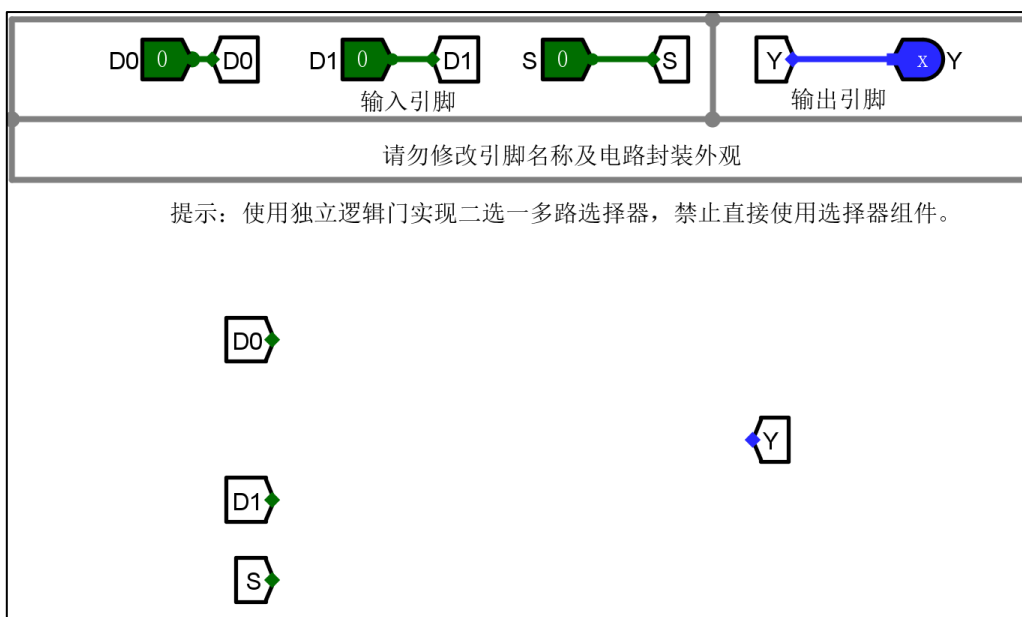
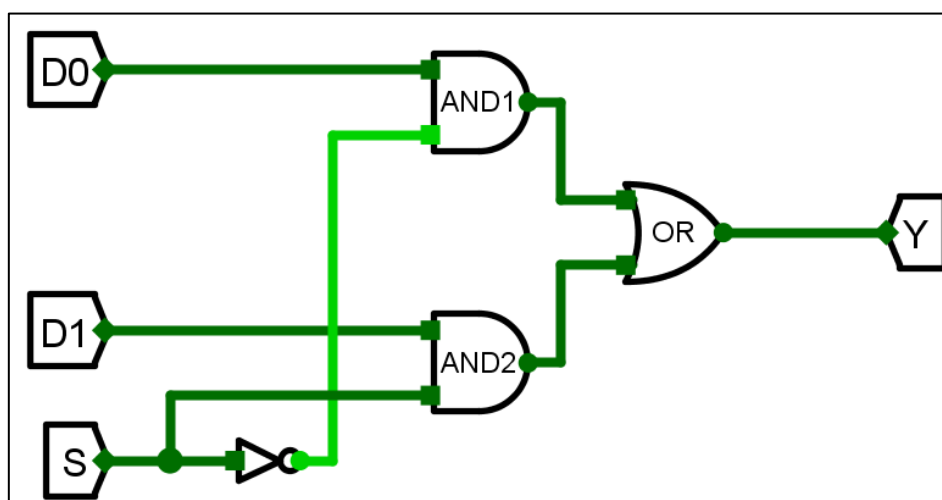

图 1.12 2 路选择器的部件图
图 1.13 2 路选择器电路图
1) 选择基本部件。根据 2 选 1 多路选择器（2 路选择器）的逻辑表达式  $Y = D0 \cdot \bar{S} + D1 \cdot S$ ，使用两个 2 输入与门、1 个 2 输入或门、1 个非门、3 个输入端和 1 个输出端实现两级与-或逻辑电路。在 Logisim 工作区中的部件布局如图 1.12 所示。
2) 部件连线。在图 1.12 的基础上实现 2 路选择器，电路图如图 1.13 所示。